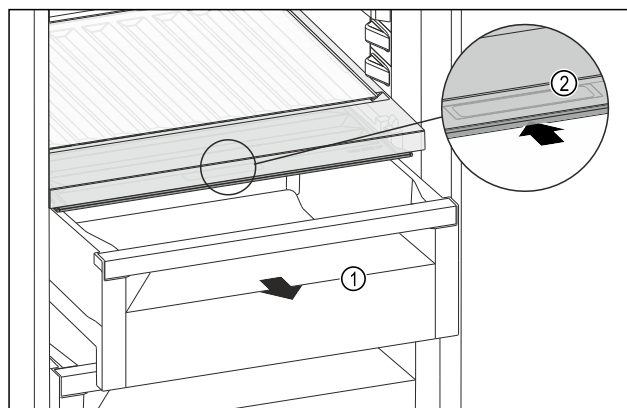

Fig. 252
- ▶ Zásuvku Fig. 252 (1) vytáhněte.
- ▶ Uchopte prohlubeň pro rukojeť Fig. 252 (2) na víku zásuvky a současně zasuňte víko zásuvky směrem dozadu.